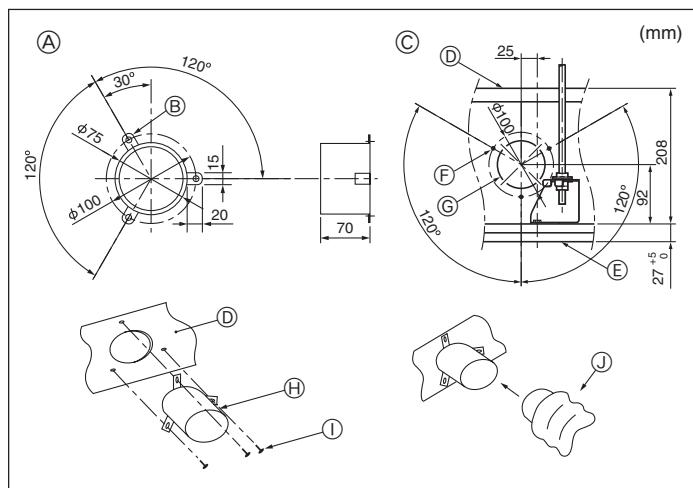

Fig. 2-3
2.3. Installatie van toekoerkanaal (bij buitenluchttoevoer) (Fig. 2-3)